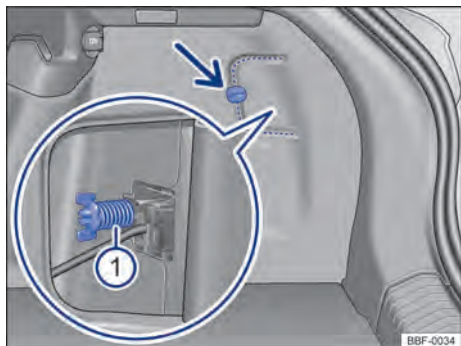
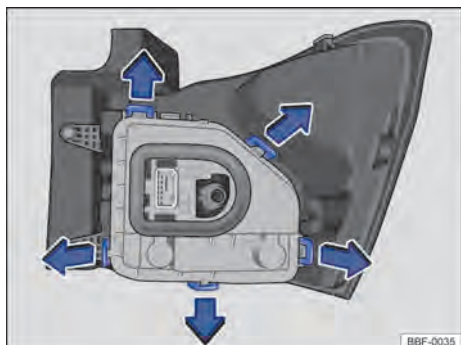

Fig. 182 No compartimento de bagagem: desinstalar cobertura e retirar o parafuso borboleta ① (lupa).
Fig. 183 Lanterna traseira: desinstalar o suporte das lâmpadas
- 3 Para abrir a cobertura da lanterna, girar a trava → Fig. 182 (seta).
- 5 Soltar o parafuso borboleta ① (lupa) e retirá-lo, segurando, ao mesmo tempo a lanterna traseira.
- 9 Para destravar o suporte das lâmpadas, pressionar cada lingueta de travamento → Fig. 183 no sentido das setas.
- 15 Instalar o suporte das lâmpadas na lanterna traseira. As linguetas de travamento → Fig. 183 devem encaixar de forma audível.
- 18 Segurar a lanterna traseira na posição de montagem com uma das mãos e aparafusar com a outra o parafuso borboleta → Fig. 182 Ⓜ️.